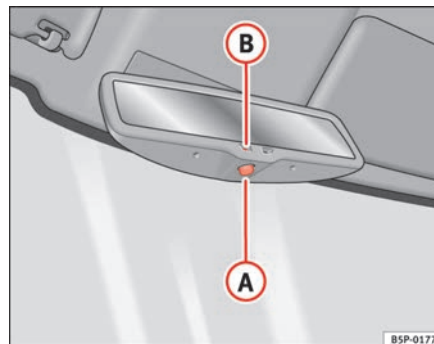

Abb. 89 Automatisch abblendbarer Innen-
- Drücken Sie die Taste **(A)** ⇒ Seite 127, Abb. 89. Die Kontrollleuchte **(B)** erlischt.
- Drücken Sie die Taste **(A)** ⇒ Seite 127, Abb. 89. Kontrollleuchte leuchtet auf.